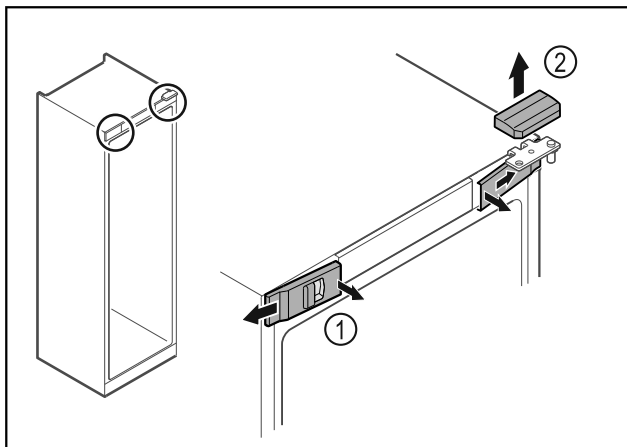

Fig. 12
- ▶ Deblocați apărătorile frontale din interior Fig. 12 (1) și detașați-le în lateral.
- ▶ Scoateți în sus Fig. 12 (2) apărătoarea.